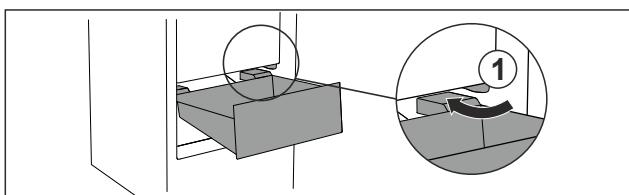

Fig. 102
- Обвести висувний ящик навколо стопора Fig. 102 (1).